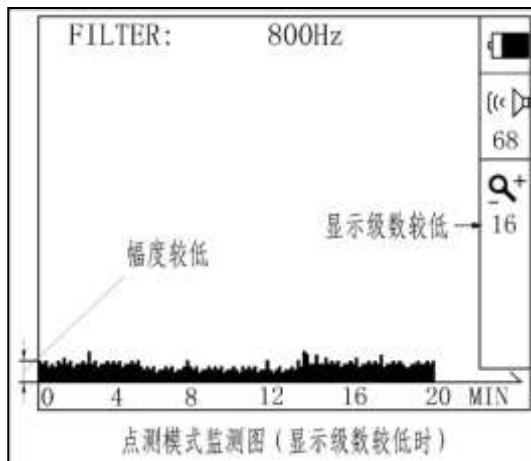
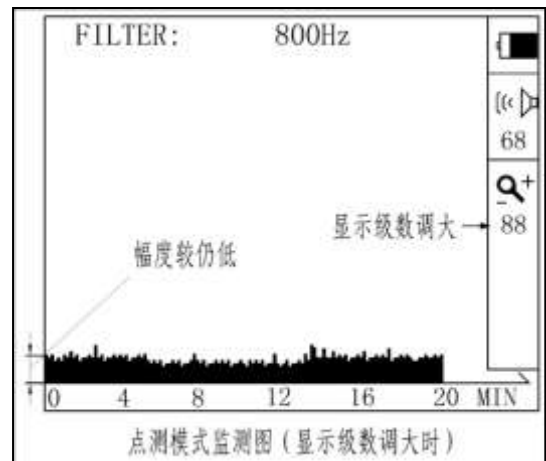

图 9.2
图 9.3
a) 如果无论将显示级数调小或调大，图形仍显示为幅度很小的包络线，可判断该处附近无漏点（见图 9.2 和图 9.3）：